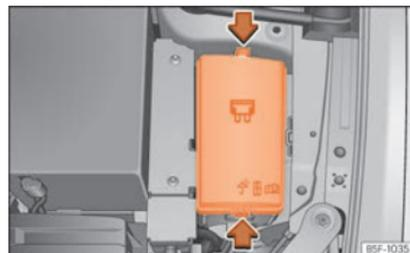

Fig. 51 No compartimento do motor: tampa da caixa de fusíveis.
- Pressione as patilhas de bloqueio para desbloquear a tampa da caixa de fusíveis »» Fig. 51.